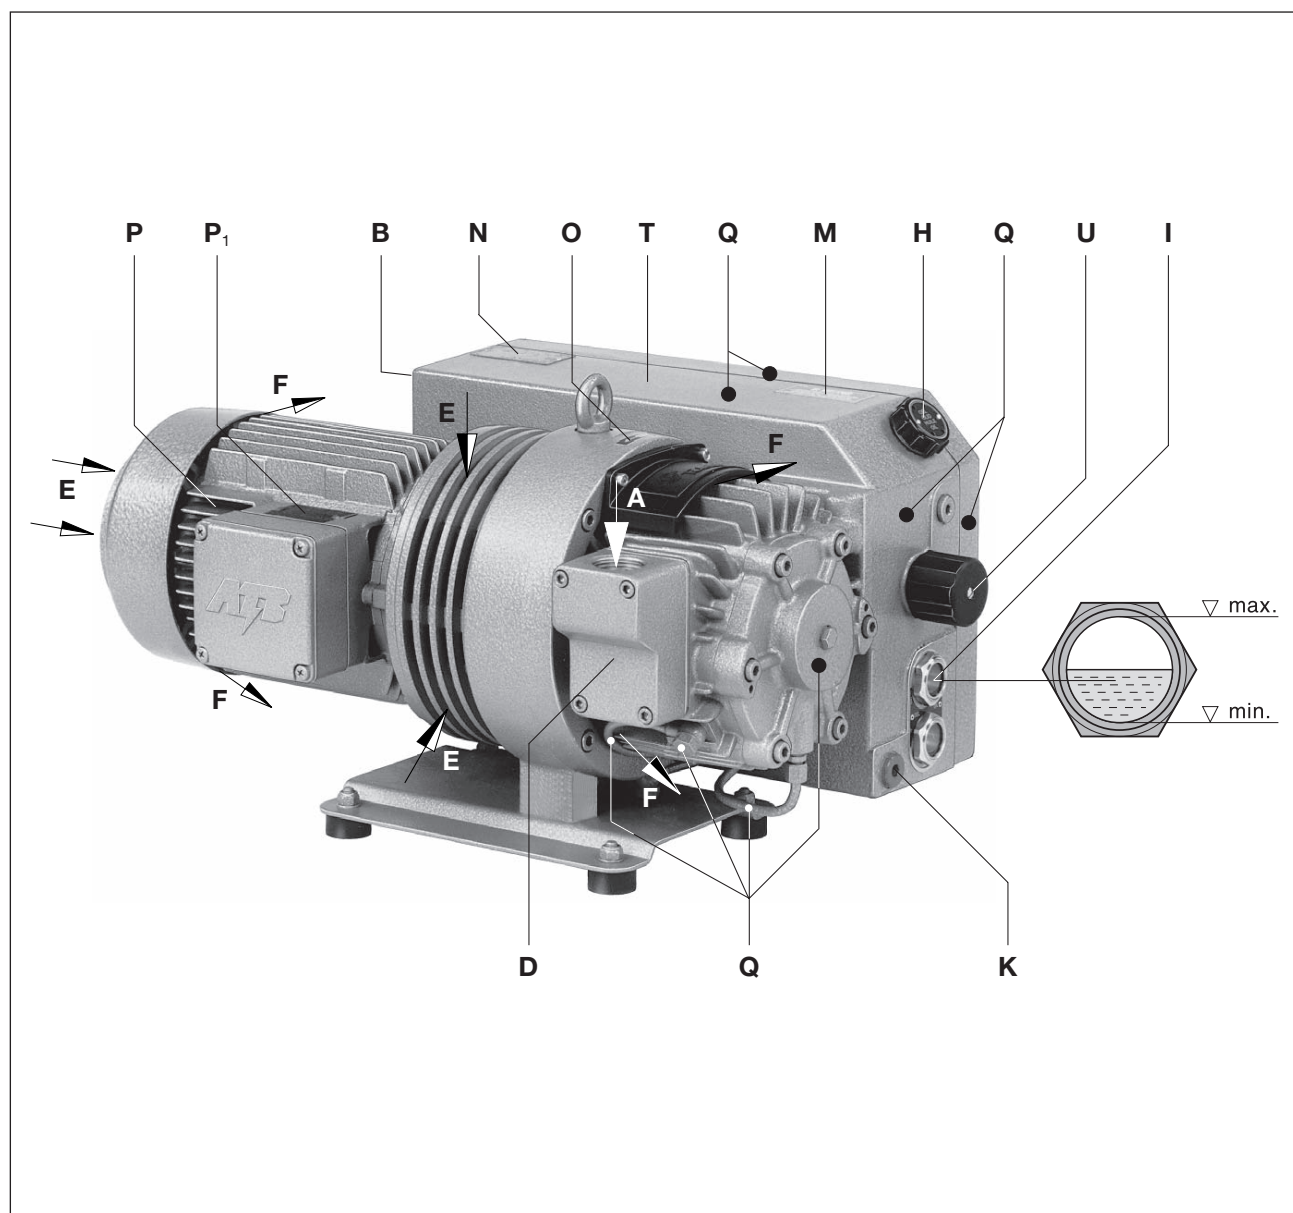

Fig. 2 Pompa per vuoto V-VCA / V-VCE
Una valvola zavorra gas di serie (Fig. 2/U) impedisce la condensazione di vapore acqueo all'interno della pompa calda in caso di aspirazione di quantitativi di vapore esigui. In caso di molto vapore acqueo è possibile prevedere un aumento della zavorra gas.
Corpo filtro (Fig. 2/D), riempimento olio (Fig. 2/H), finestrella ispezione olio (Fig. 2/I), scarico olio (Fig. 2/K), zavorra gas (Fig. 2/U) e corpo separatore olio (Fig. 2/T) devono essere facilmente accessibili.
Gli ingressi (Fig. 2/E) e le uscite (Fig. 2/F) dell'aria di raffreddamento devono avere una distanza di almeno 20 cm dalle pareti vicine. L'aria di raffreddamento fuoriuscita non deve essere riaspirata. Per i lavori di manutenzione prevedere una distanza di 40 cm intorno alla macchina.
**L'apertura dell'aria di scarico (Fig. 2/B) non deve essere chiusa né ristretta.**
- a) Il collegamento del vuoto (Fig. 2/A) si trova sul corpo del filtro (Fig. 2/D).
- b) L'aria aspirata può essere soffiata attraverso l'apertura dell'aria di scarico (Fig. 2/B) o eliminata attraverso il tubo ossia la tubatura.
- a) Inserire l'olio lubrificante (tipi adatti vedi cap. "Manutenzione") attraverso l'apertura di riempimento (Fig. 2/H) fino al bordo superiore della finestrella di ispezione (Fig. 2/I).
- a) I dati elettrici del motore sono indicati sulla targhetta dati (Fig. 2/N) o sulla targhetta dati motore (Fig. 2/P1). I motori sono conformi a DIN EN 60034 e sono eseguiti con classe di protezione IP 55 e classe isolamento F. Lo schema di collegamento è situato nella morsettiera del motore (non si applica nella versione con collegamento a spina). I dati del motore devono essere confrontati con quelli della rete di alimentazione usata (tipo corrente, tensione, frequenza di rete, amperaggio ammesso).
Durante il funzionamento, le superfici dei componenti (Fig. 2/Q) possono superari i 70°C. Evitare di toccare le superfici calde (contrassegnate da appositi cartelli)!
- ▷ Il senso di rotazione previsto dell'albero di azionamento è contrassegnato dalla freccia (Fig. 2/O) sulla flangia motore.
- b) Dopo l'eventuale correzione del senso di marcia riavviare il motore e spegnerlo dopo ca. 2 minuti per rabboccare l'olio mancante fino al bordo superiore della finestrella di ispezione (Fig. 2/I). Ripetere il rabboccamento attraverso l'apertura di riempimento (Fig. 2/H) fino a che tutte le tubature dell'olio saranno piene. Non aprire l'apertura di riempimento quando la pompa gira.
L'ambito di funzionamento può essere impostato ruotando il bullone di regolazione (Fig. 2/X, 4/X).